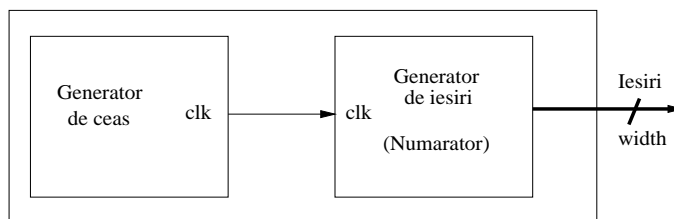

Figura 3.1: Structura unui test bench parametrizabil.
- În figura 3.1 este prezentată structura implementată în interiorul test-bench-ului.